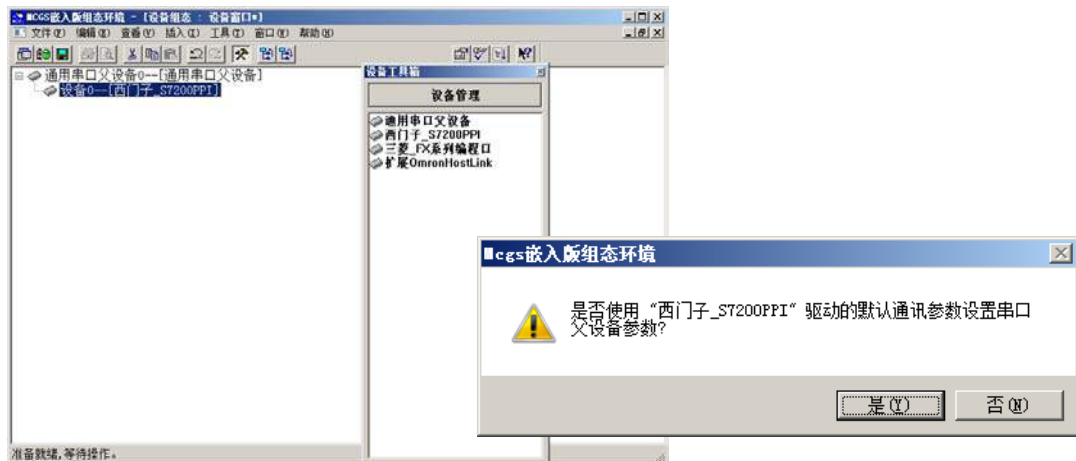

图 4.3.2
- 在设备工具箱中，按先后顺序双击“通用串口父设备”和“西门子_S7200PPI”添加至组态画面，提示是否使用西门子_S7200PPI默认通讯参数设置父设备，如图4.3.2所示，选择“是”。